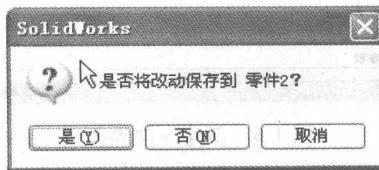

图 1-9 “关闭”对话框
单击空白界面右上方的关闭按钮，就可以关闭文件了，系统会出现如图 1-9 所示对话框。单击 是(Y) 按钮，则系统会关闭并保存文件；若单击 否(N) 按钮，则系统会关闭并不保留修改内容。